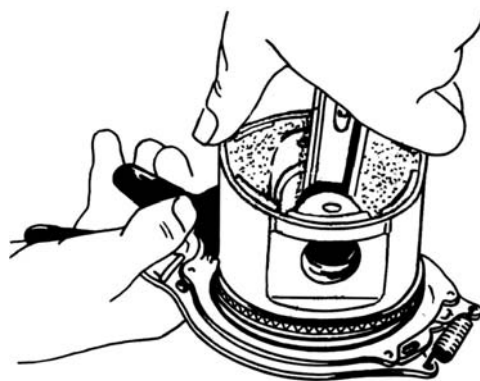

Рис. 3.2.46. Снятие поршневых колец с поршня съемником
- с помощью съемника (рис. 3.2.46) снять с поршней компрессионные и маслосъемные кольца;